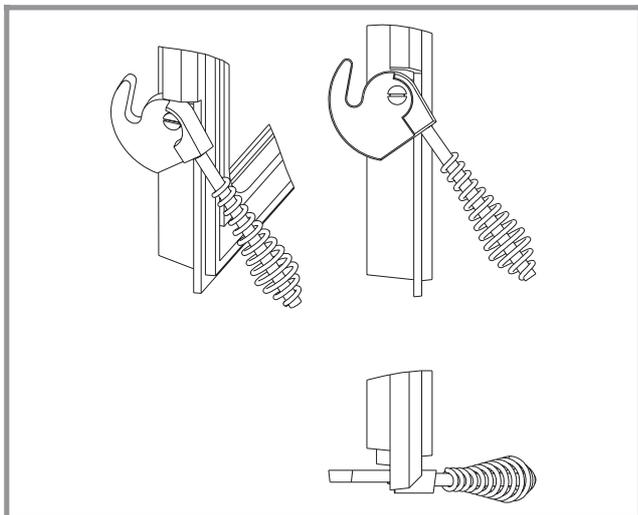

Fig. 7 - Montage de la poignée
- Mettre la poignée en position de fonctionnement et engager le filetage dans l'axe du taraudage du loquet (fig. 7).